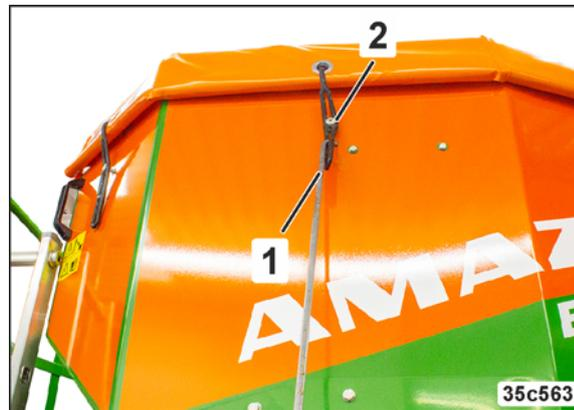

Fig. 242
4. Die Gummischlaufen (Fig. 242/1) mit dem Planenhaken (Fig. 242/2) lösen.